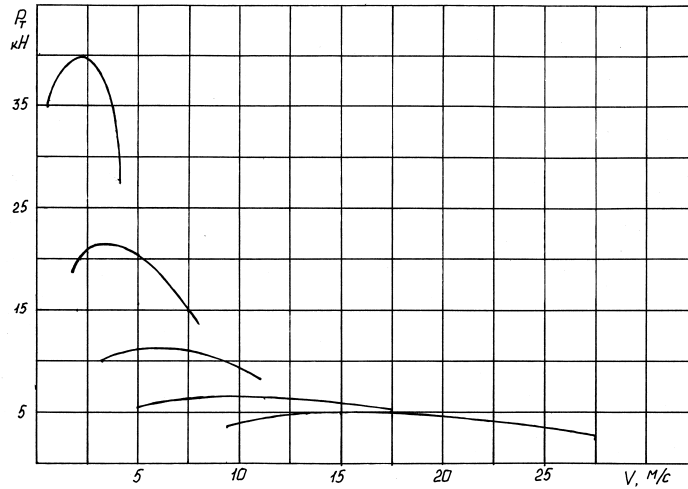

Рисунок 2. Тяговая характеристика автомобиля
3. Определить, как изменится производительность автомобиля грузоподъемностью 10т, его путевой и рабочий расходы топлива, если он движется на 4-й передаче ( $U_k = 1,00$ ), а угловая скорость коленвала двигателя снизилась с 230 рад/с до 178 рад/с, удельный эффективный расход топлива снизился с 240 г/кВт·ч до 234 г/кВт·ч. Коэффициенты использования грузоподъемности и пробега равны 0,9 и 0,95, КПД трансмиссии 0,86, передаточное число главной передачи 7,73, радиус качения колеса 0,53 м. При расчете использовать тяговую характеристику (рис.2).